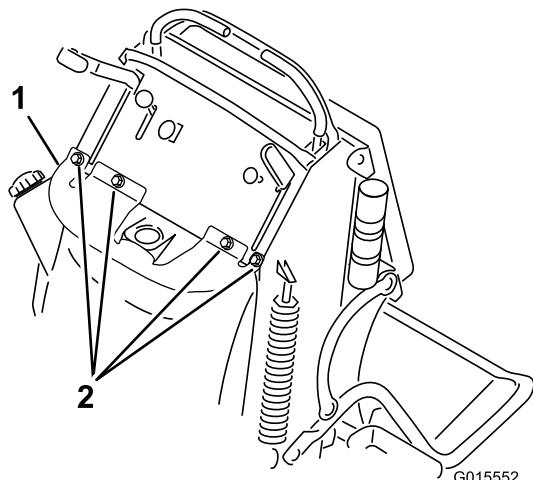

図 2
6. 燃料タンクの上部にブラケットを固定しているボルト（4本）を外す（図 2）。